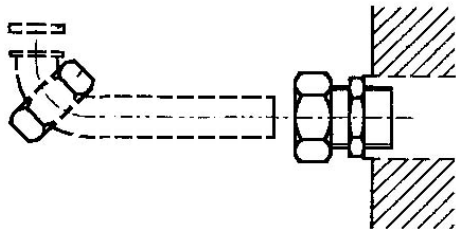

Fig. 2-3
- kit raccords télescopiques (voir Fig. 2-3);